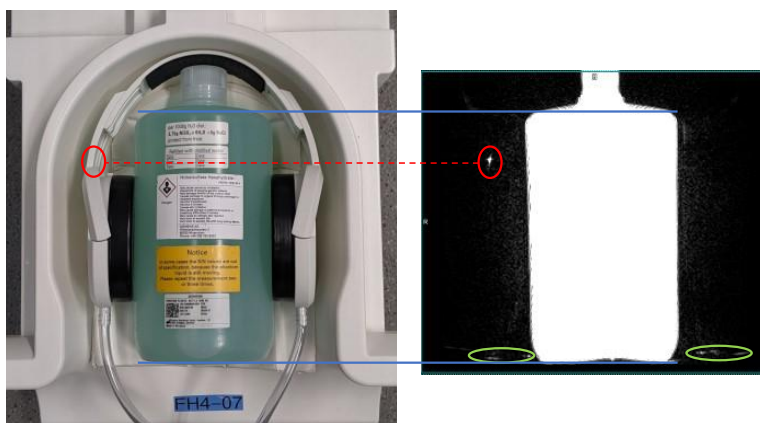

Figure 2 :
- Installez le fantôme flacon et le casque comme indiqué à la *Figure 2* ci-dessous.
(Remarque: l'imagerie IRM révèle souvent des artefacts avec les flacons de fantôme dans ce fenêtrage extrême, par exemple en haut et/ou en bas du fantôme. Ces artefacts sont repérés par des cercles verts dans l'exemple ci-dessous (figure 2) et peuvent être ignorés.)
→ **Si des artefacts sont visibles** (entourés en rouge sur l'exemple ci-dessous (figure 2)) au cours des mesures de fantôme décrites, votre casque supra-auriculaire est concerné et ne doit pas être utilisé pour les examens de la tête. Dans ce cas, veuillez utiliser le haut-parleur intégré au système IRM pour communiquer avec le patient ou, s'ils sont disponibles, des écouteurs intra-auriculaires qui ne sont pas non plus concernés par le problème décrit.